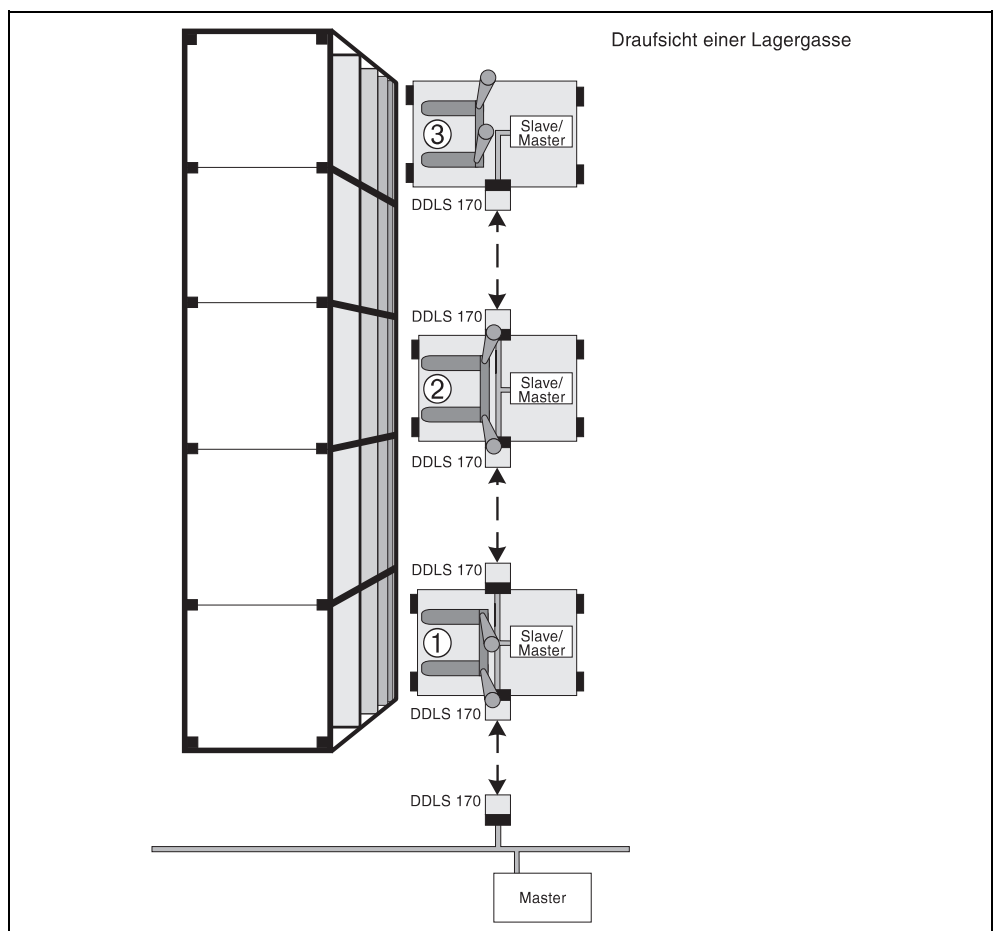

Abb. 13: direkte Reihenschaltung
- Mehrere optische Datenübertragungsstrecken können direkt in Reihe geschaltet werden. So ist z.B. die Datenübertragung zwischen mehreren Regalbediengeräten in einer Lagergasse möglich (siehe Abb. 13).